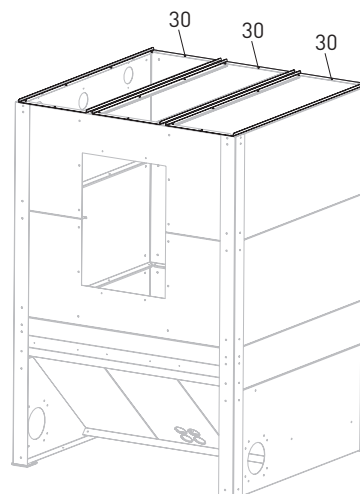

Fig. 15 Deckenelemente montieren
3 Deckenelemente (30) oben auflegen, Löcher mit Durchschlag oder Dorn in Deckung bringen und von innen mit **6 mm TT-Selbstschneide-Schrauben** (spitz) verschrauben, nicht bohren. An der Rückseite mit der Montage beginnen, die letzten Schrauben werden vorne montiert – Fig. 15.